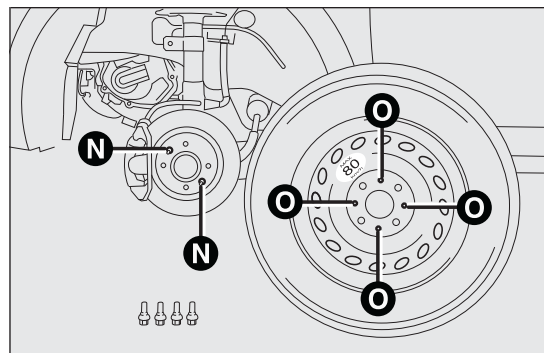

fig. 100
- monter la roue de secours galette en faisant coïncider l'axe N fig. 100 avec l'un des orifices O fig. 100 se trouvant sur la roue ;